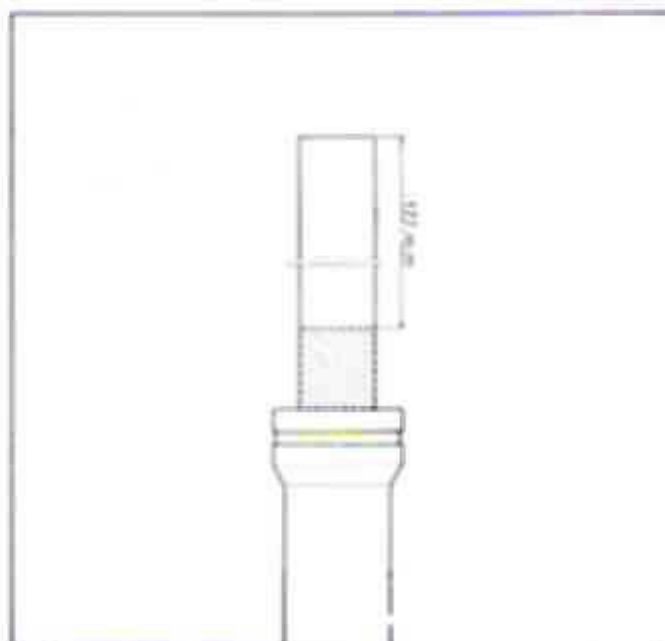

FIG. C33A
- Colocar o óleo até atingir uma altura livre de 177 mm, oscilando o cilindro em seu curso até estabilizar o nível do óleo. Vide figura C33A.